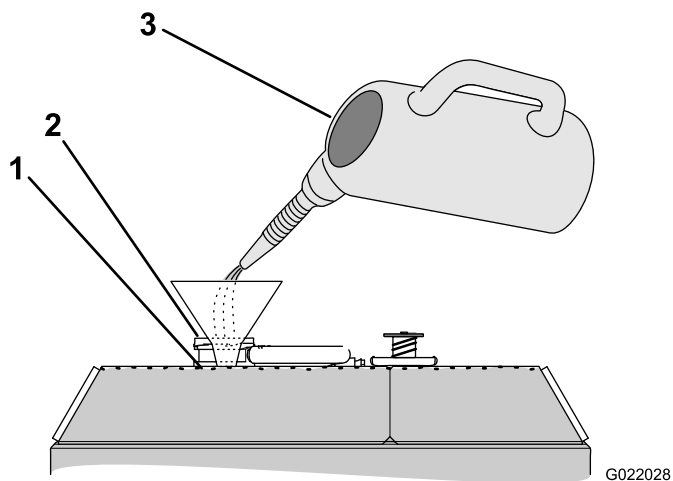

**Figure 143**
3. Remplissez le radiateur de liquide de refroidissement jusqu'à ce que le niveau atteigne le bas du goulot de remplissage (Figure 143).